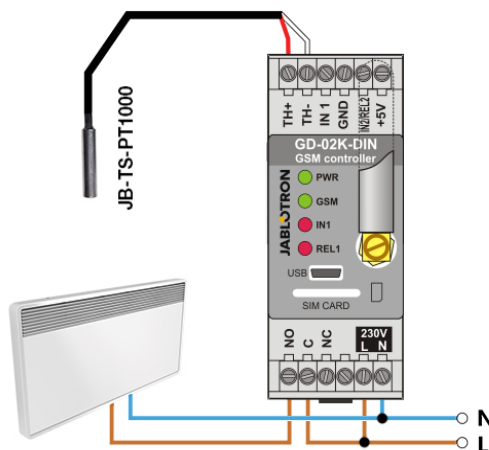

Рисунок 5: Контроль температуры и управление нагревателем;
- В этом режиме управляемое устройство должно быть подключено через контакты силового выхода REL1 (см.рис.5).